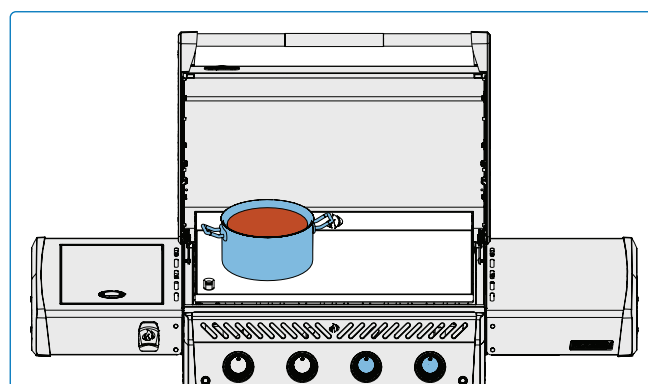

Abb. 10
- Verwenden Sie die Plancha zum Schmelzen oder Aufwärmen von Soßen. Stellen Sie Töpfe oder Pfannen bei niedriger bis mittlerer Hitze beiseite (Abb. 10).